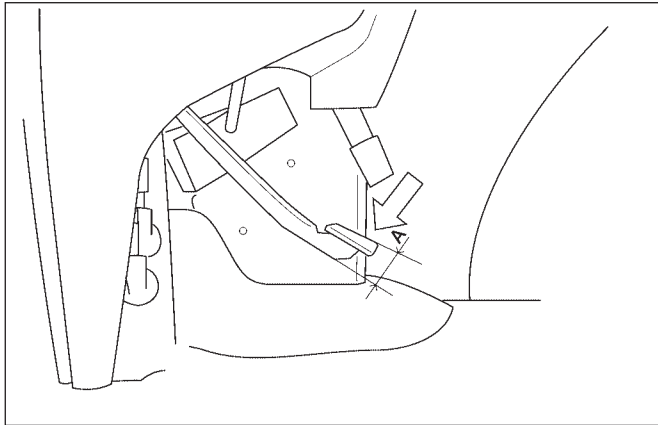

FIG. 6-32
FIG. 6-32: Contrôlez régulièrement la garde d'embrayage et réglez-la si nécessaire. La garde d'embrayage correcte (A) est de 20 à 30 mm en mesurant à l'arrière de la pédale comme illustré.